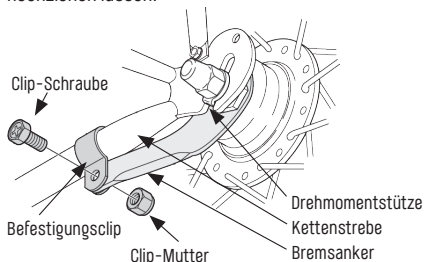

Abb. 3/31 Bremsanker Quelle Shimano
- Rücktrittbremsen verfügen über einen Bremsanker („Abb. 3/ Bremsanker Quelle Shimano“), welcher sich an der Kettenstrebe des Rahmens abstützt. Dieser muss für eine korrekte Funktionsweise fest anhand eines Befestigungsclips, oder direkt an der Kettenstrebe, montiert sein.